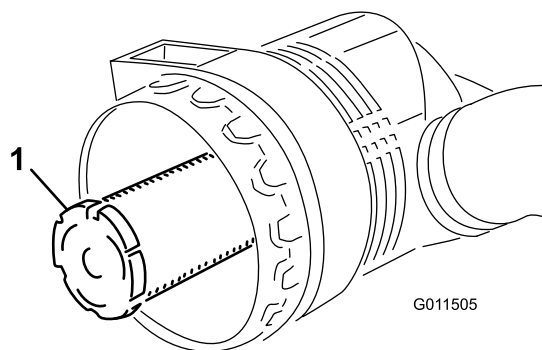

**Figure 51**
2. Avant d'enlever le filtre (Figure 51), utilisez de l'air comprimé à basse pression (276 kPa [40 psi]) propre et sec pour éliminer toute accumulation importante de débris entre l'extérieur de l'élément principal et la cartouche. N'utilisez pas d'air sous haute pression car il pourrait forcer les impuretés à travers l'élément principal et dans la zone d'admission. Cette procédure de nettoyage empêche de déplacer des débris dans l'admission lors du retrait de l'élément principal.